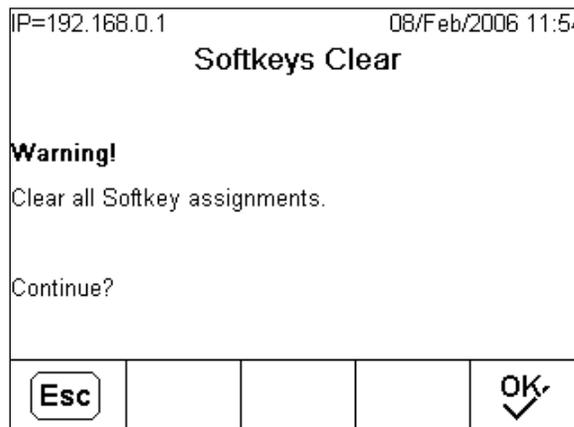

Figure E-6: Écran Effacer touches programmables
-  **Effacer** Permet d'afficher l'écran illustré sur la Figure E-6 pour que l'utilisateur efface toutes les attributions de touches programmables sauf les touches de rappel d'information et de configuration en positions 9 et 10.
Pour supprimer toutes les affectations de touches programmables sauf pour RAPPEL INFORMATION ⓘ et CONFIGURATION ↕, appuyez sur la touche programme EFFACER C. Un écran (Figure E-6) s'affiche vous demandant de confirmer la suppression des touches programmables.